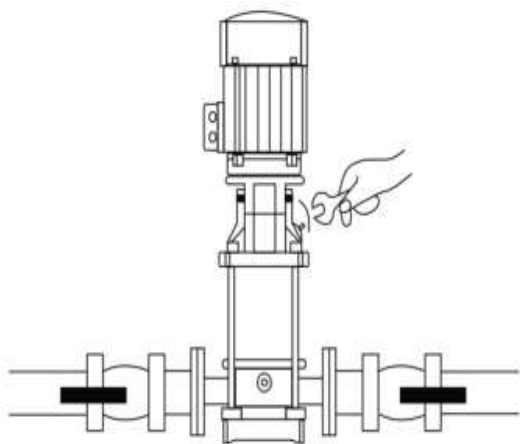

Рисунок 5
5. После завершения всех вышеописанных процедур закрутите клапан выпуска воздуха (смотрите рисунок 5 на следующей странице).